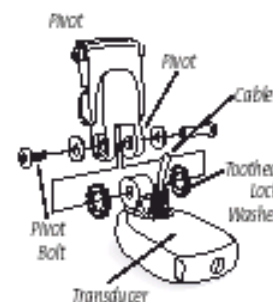

Figure 17
- 2) Używając będących w zestawie podkładek sprężystych dokręć śrubę osi przetwornika (Rys.: Figures 17, 18). Nie dokręcaj zbyt mocno abyś mógł później dopasować kąt pochylenia przetwornika względem wody.